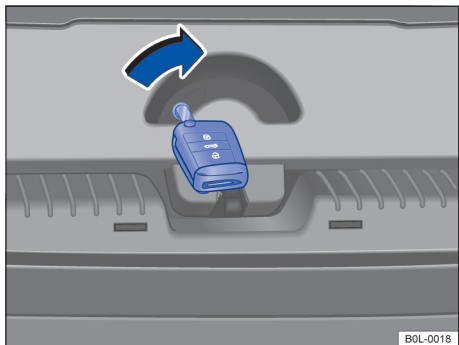

图 53 行李箱内：开启尾门锁
- 将钥匙头插入到尾门锁上的圆形槽口内，并沿箭头方向推动解锁拨杆 → 图 53，同时将尾门向外推，直至其打开。